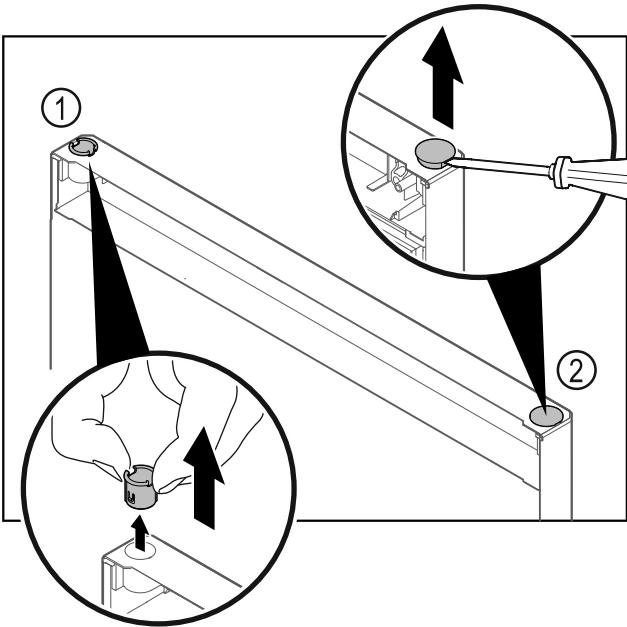

Fig. 19
► Scharnierbuchse Fig. 19 (1) mit den Fingern herausziehen.
► Abdeckstopfen Fig. 19 (2) vorsichtig mit einem Schlitzschraubendreher anheben und herausziehen.